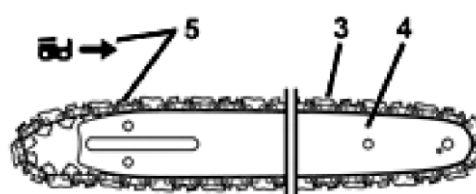

Рис. 2
- Разместите пильную цепь (3, Рис. 2) на шине (4, Рис. 2).
- Уложите звенья цепи на цепную звездочку (6, Рис. 3) на зубья звездочки (7, Рис. 3) и установите шину (4, Рис. 2) так, чтобы расположенные перед и позади крепящего болта (В, Рис. 4) водила шины (А, Рис. 4) попали в продольное отверстие шины (7, Рис. 3).